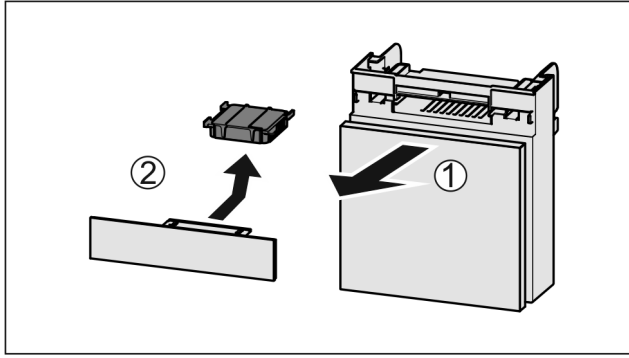

Fig. 127
- ▶ Vedä lokero etukautta pois Fig. 127 (1).
- ▶ Poista aktiivihiihisuodatin Fig. 127 (2).